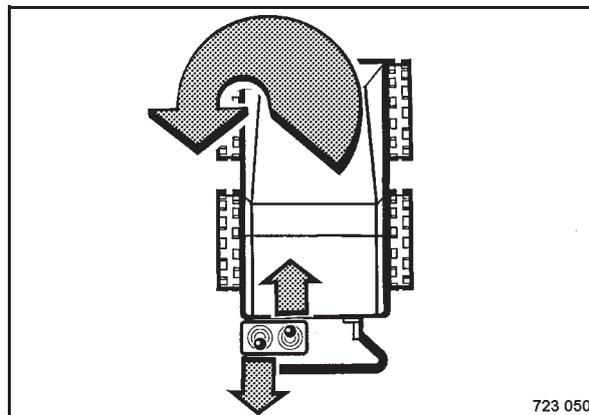

Bild 52
- Rechten Fahrhebel (Bild 52) nach vorne drücken und linken Fahrhebel nach hinten ziehen.